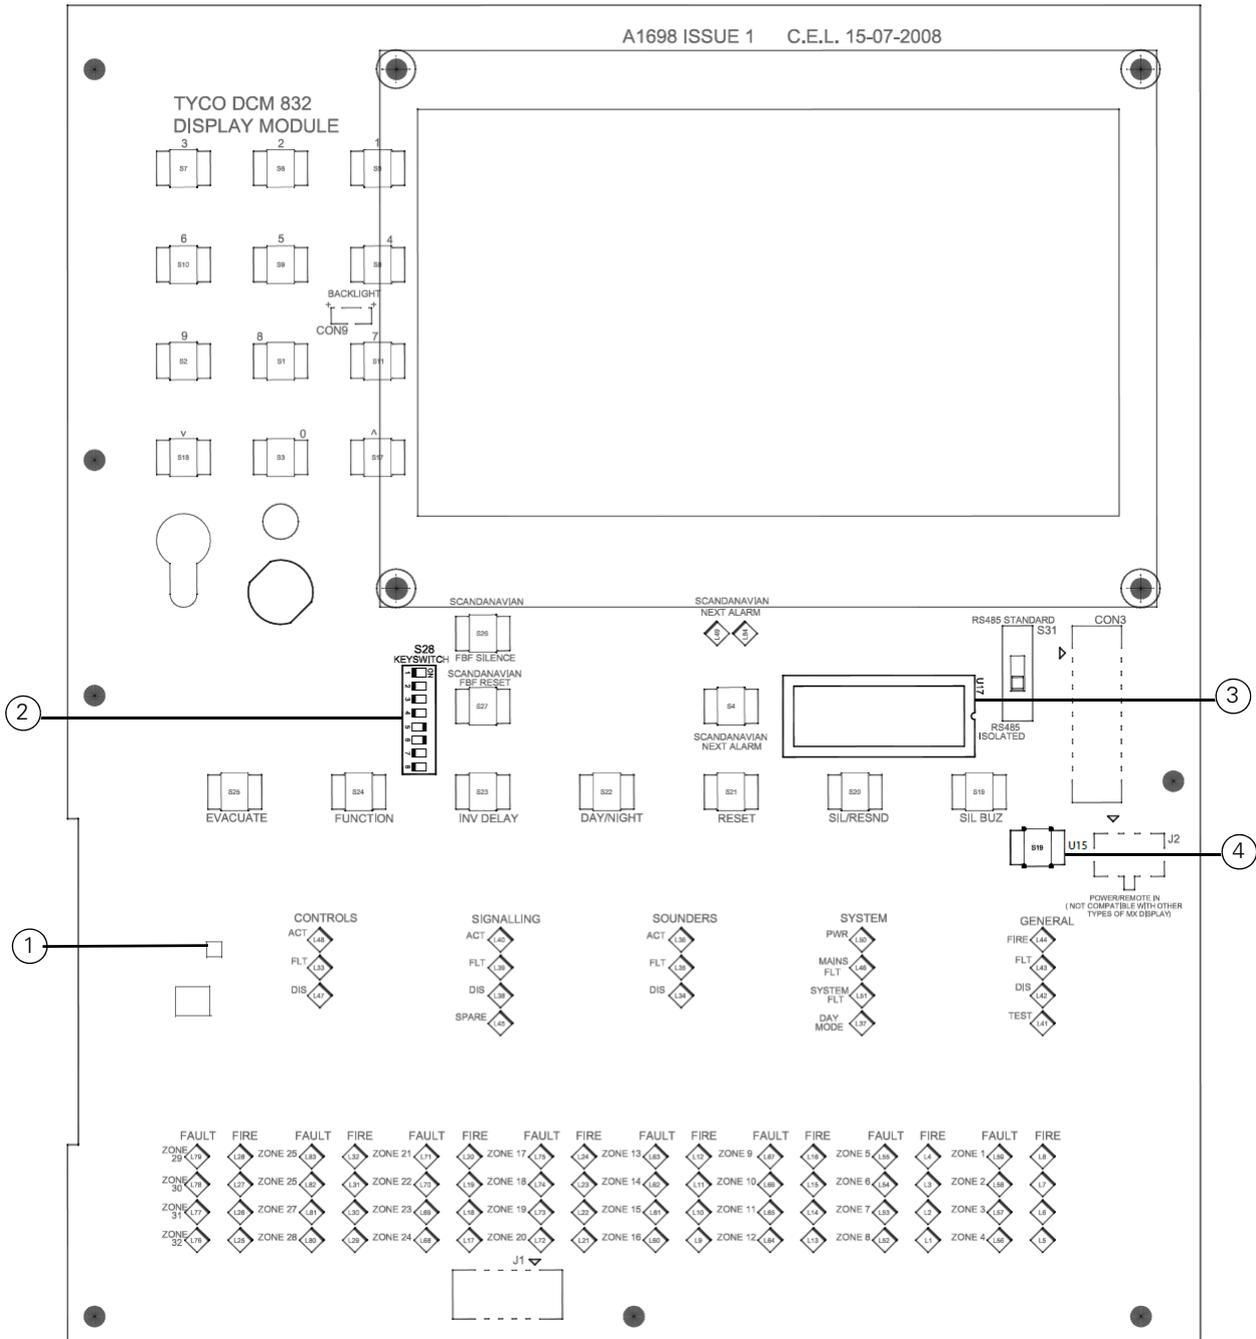

Fig. 26: Posizione S28 - DCM864R e DCM8240R
- Per un DCM864R fare riferimento alla fig. 26. Lo switch è contrassegnato con **S28** sulla scheda del circuito.